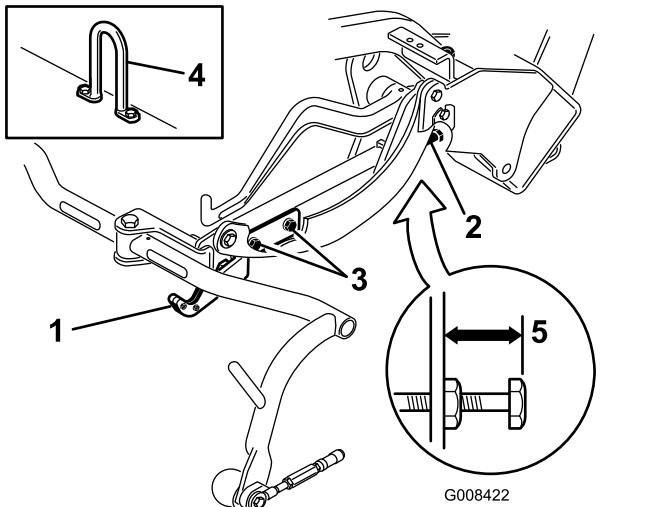

Bild 15
3. An Schneideeinheiten, die ein Kettenglied oder einen geraden Hubhaken haben (Bild 14 und Bild 15, Einsatz) müssen Sie darauf achten, dass der Abstand von der Oberkante der Einstellschraube am Trägerrahmen bis zur Rückseite des Trägerrahmens 22 mm beträgt. Sollte der Abstand nicht 22 mm sein, gehen Sie auf Schritt 4. Wenn die Schneideeinheit mit einem Versatzhublenker (Bild 13) ausgestattet ist, gehen Sie auf den nächsten Schritt.
Prüfen Sie die Transporthöhe (Bild 14 und Bild 15) und stellen Sie diese ggf. ein.
4. Lockern Sie die Befestigungsschrauben an der Transportplatte (Bild 14, Bild 15 und Bild 13).
7. Wenn die Trägerrahmen nicht dieselbe Höhe aufweisen, lösen Sie die Klemmmutter an der Einstellschraube des Trägerrahmens (Bild 13, Bild 14 und Bild 15). Drehen Sie die Schraube raus, um den Trägerrahmen anzuheben, oder drehen Sie die Schraube rein, um ihn abzusenken. Ziehen Sie die Klemmmutter wieder an, nachdem Sie die korrekte Höhe eingestellt haben.